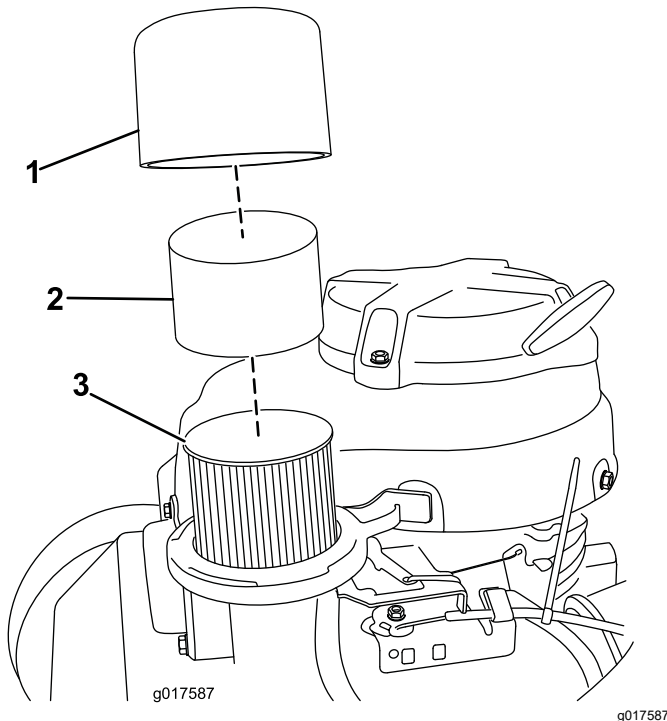

Figura 19
3. Retire la tapa y límpiela a fondo (Figura 19).
4. Retire el pre-limpiador de gomaespuma y lávelo con un detergente suave y agua, luego séquelo apretando suavemente con un paño (Figura 19).
5. Retire e inspeccione el filtro de aire de papel (Figura 19); deséchelo si está excesivamente sucio.